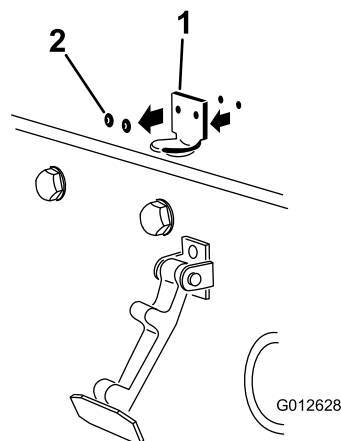

図 3
2. フードラッチブラケットをフードに固定しているリベット2本を外す 図 3。